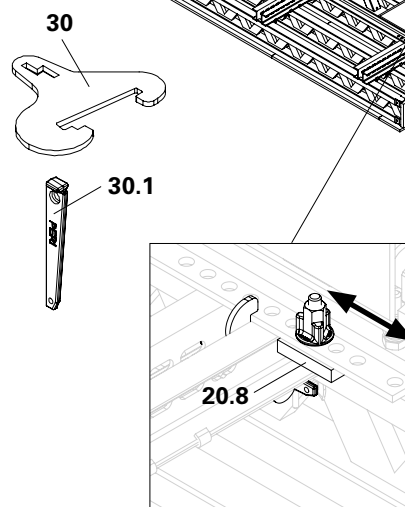

Fig. B2.01b
2. Disporre sul profilo del contrafforte il numero di attacchi per correnti (30) richiesto a seconda della posizione dei correnti.
4. Abbassare il contrafforte e spingere gli attacchi per correnti attraverso i correnti in acciaio. Il corrente in acciaio più basso è appoggiato al sistema di fissaggio. (Fig. B2.01b)